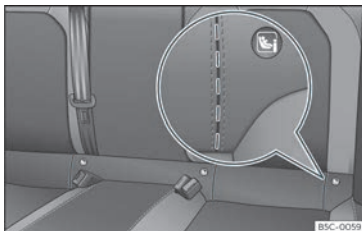

Abb. 27 Rücksitz: eingeprägte Schlitz für Zugriff auf die ISOFIX/i-Size-Halteösen.
bestimmten Fahrzeugen sind die Halteösen am Sitzgerüst, bei anderen am Ladeboden befestigt. Die „ISOFIX“-Halteösen befinden sich zwischen der Rückenlehne und der Rückbank»»» **Abb. 27**. Die Top Tether-Halteösen befinden sich im hinteren Bereich
- Öffnen Sie vorab per Hand den eingepprägten Bereich hinter den markierten Schlitzen, um an die Halteösen zu gelangen»» Abb. 27.